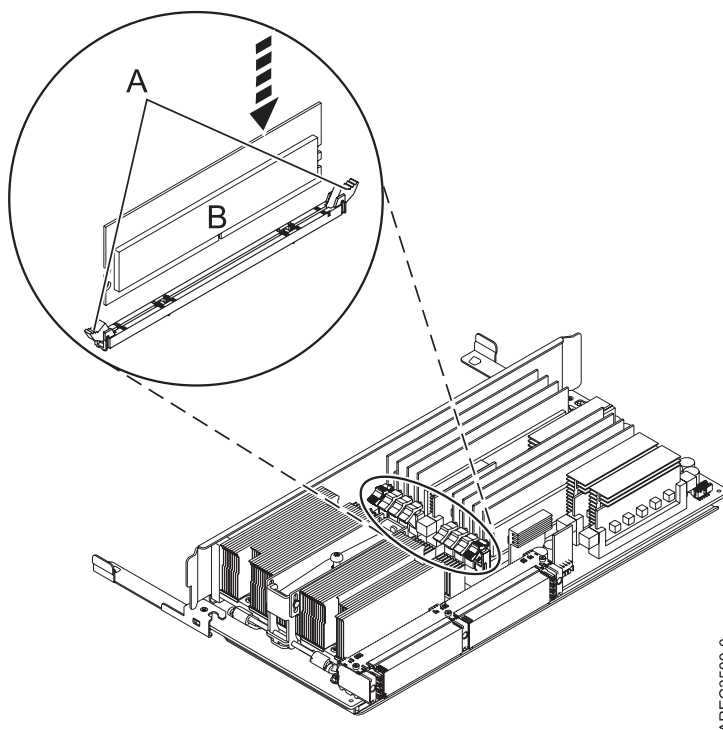

Figure 29. Remplacement d'un module de mémoire
7. Verrouillez le module de mémoire grâce aux taquets de verrouillage (A) situés à chaque extrémité du connecteur, comme indiqué dans la figure 29.